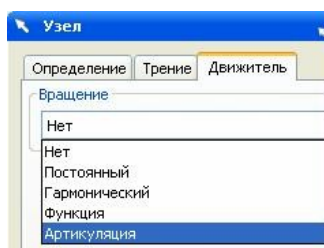

рис.45
- Возможные варианты закладки *Движитель* показаны на рис.45.